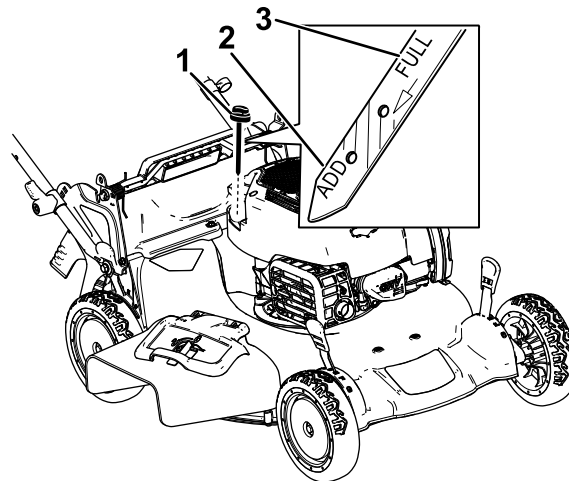

Figura 14
2. Retire la varilla girando el tapón en el sentido contrario a las agujas del reloj y tirando del mismo (Figura 14).
5. Observe en la varilla el nivel de aceite (Figura 14).
- Si el nivel de aceite de la varilla es demasiado bajo (Figura 14), vierta con cuidado una pequeña cantidad de aceite detergente SAE 30 o SAE 10W-30 en el tubo de llenado, espere 3 minutos, y repita los pasos 3 a 5 hasta que el aceite de la varilla llegue al nivel correcto.
- Si el nivel de aceite de la varilla es demasiado alto (Figura 14), drene el exceso de aceite hasta que el nivel de aceite en la varilla sea correcto; consulte Cambio del aceite del motor \(página 17\).